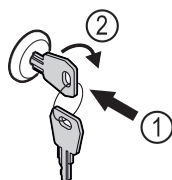

Fig. 131 Simbolična slika
- Vstavite ključ Fig. 131 (1).
- Ključ obrnite v smeri urnih kazalcev za 90° Fig. 131 (2).